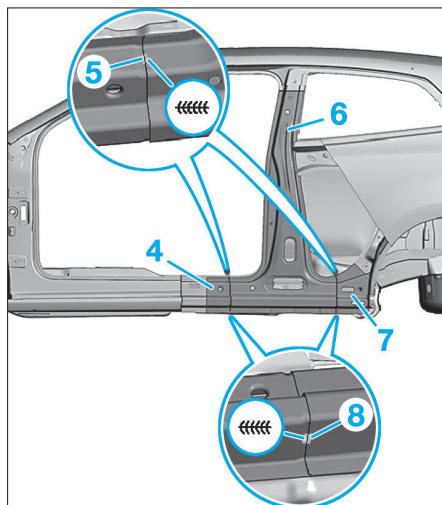
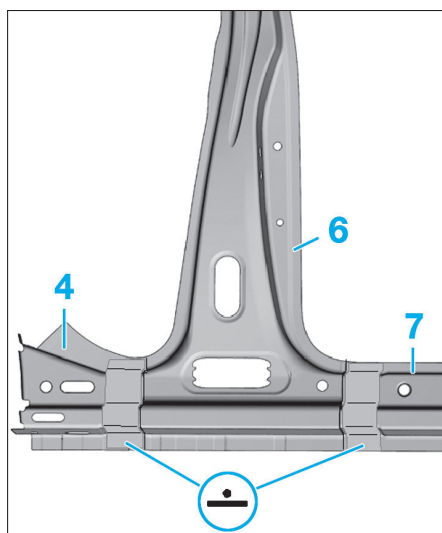

FIG. 62
FIG. 63
Les renforts de bas de caisse et le renfort de montant B ne doivent être agrafés du haut et du bas que comme représenté (Fig.62), sinon la résistance du renfort de montant B est amoindrie. Même un soudage sur les arrondis extérieurs affaiblit la construction.
- Agraffer le renfort de bas de caisse avant (4) avec le renfort de montant B (6) par le haut (5) et par le bas (8) en cordon continu sous gaz de protection (réaliser un point d'agrafage) (Fig.62).
- Agraffer le renfort de bas de caisse arrière (7) avec le renfort de montant B (6) par le haut (5) et par le bas (8) en cordon continu sous gaz de protection (réaliser un point d'agrafage).
- Souder le renfort de bas de caisse arrière (4) avec le renfort de montant B (6), à la pouture électrique (reprenre le nombre et la position des points de soudure de la partie déposée) (Fig.63).